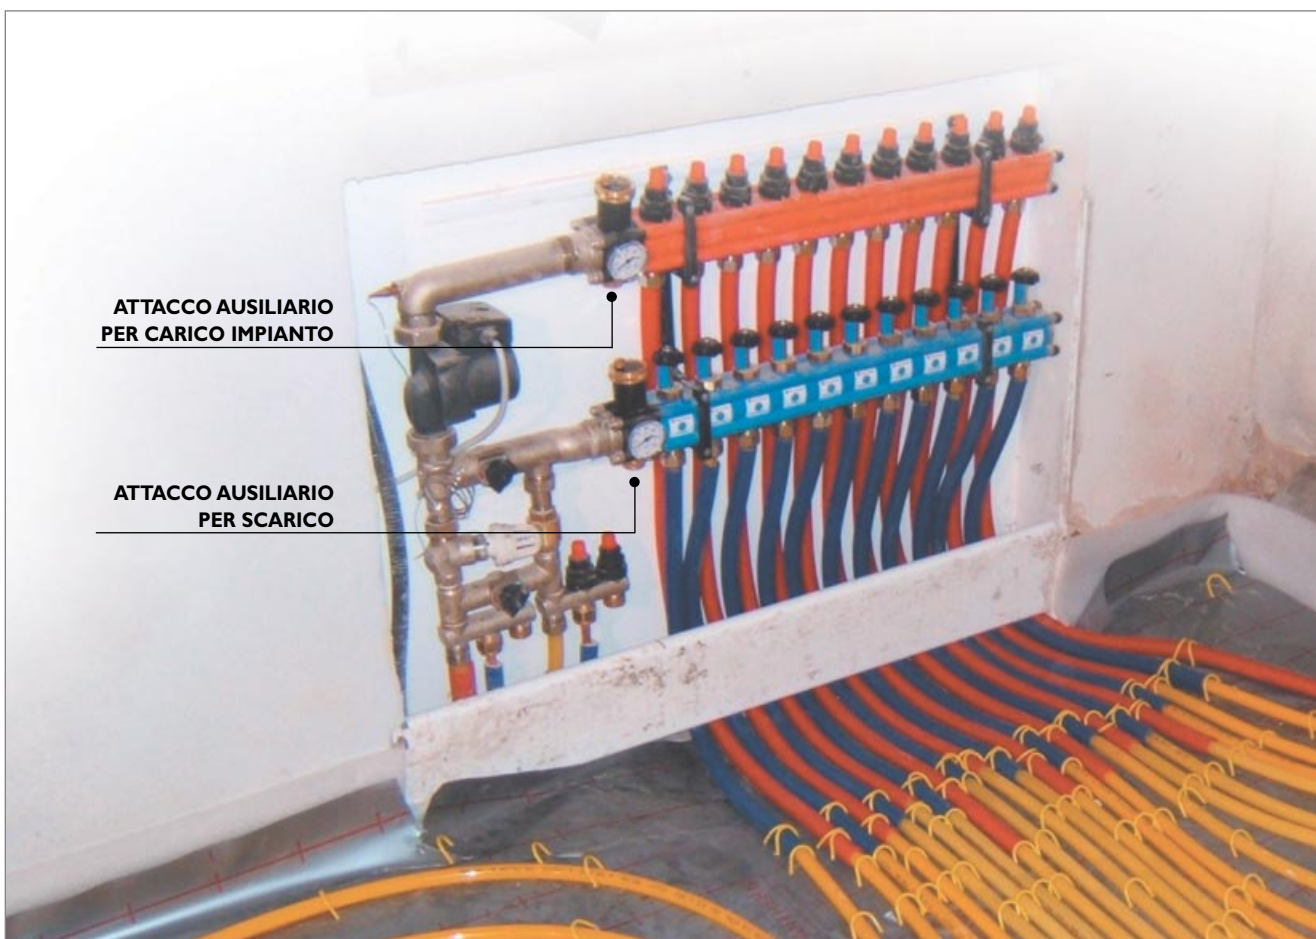

fig. 9
1. Si collega un tubo per lo scarico all'apposito attacco (fig. 9) posto sul collettore di ritorno, in modo da portare l'acqua di scarico a perdere in una posizione opportuna.
3. Si apre l'alimentazione del collettore di mandata e si attende qualche secondo che l'aria contenuta nello stesso fuoriesca dalla valvola di sfiato. Nel caso in cui la linea di adduzione al collettore non sia alimentata è possibile portare l'alimentazione attraverso una tubazione ausiliaria che può essere collegata all'attacco di carico (fig. 9) posta sul collettore di mandata.